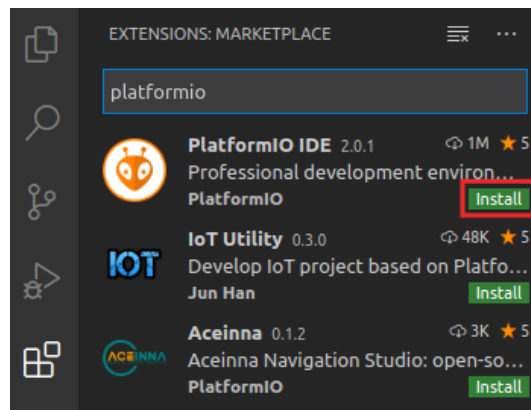

图31. PlatformIO IDE扩展
- d. 在搜索框中输入PlatformIO，然后单击PlatformIO IDE旁边的“Install”（安装）按钮进行安装（参见图31）。